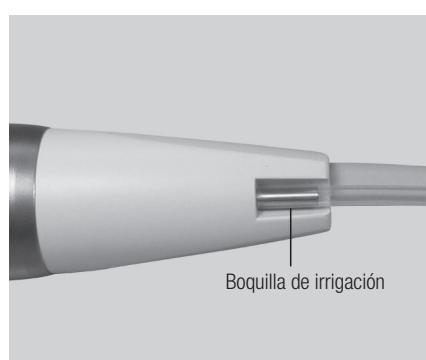

Fig. 11
- 4) Inserte la otra punta del tubo de irrigación en la boquilla de irrigación de la pieza de mano. (Fig. 11)